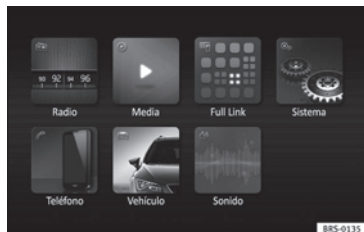

Fig. 80 Easy Connect: Menú principal.
- Pulse la tecla de Infotainment **MENU** / y posteriormente el botón de función **Vehículo** »» fig. 80.